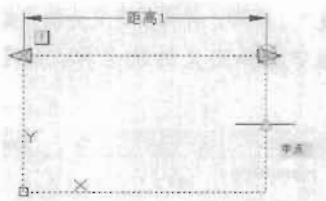

图 8-44
(5) 此时，参数的一个端点出现红色的圆框，命令行中提示“指定要与动作关联的参数点或输入 [起点(T)/第二点(S)] <第二点>:”，这是要求指定“与动作关联的参数点”。因为这里采用的是“拉伸动作”，需要确定是哪个方向拉伸，而“线性参数”具有两个方向。所以，指定参数点，就是询问以线性参数的哪一端为拉伸的动点。这里我们可以在矩形的右侧端点上单击，确定向右侧拉伸，如图 8-44 所示。